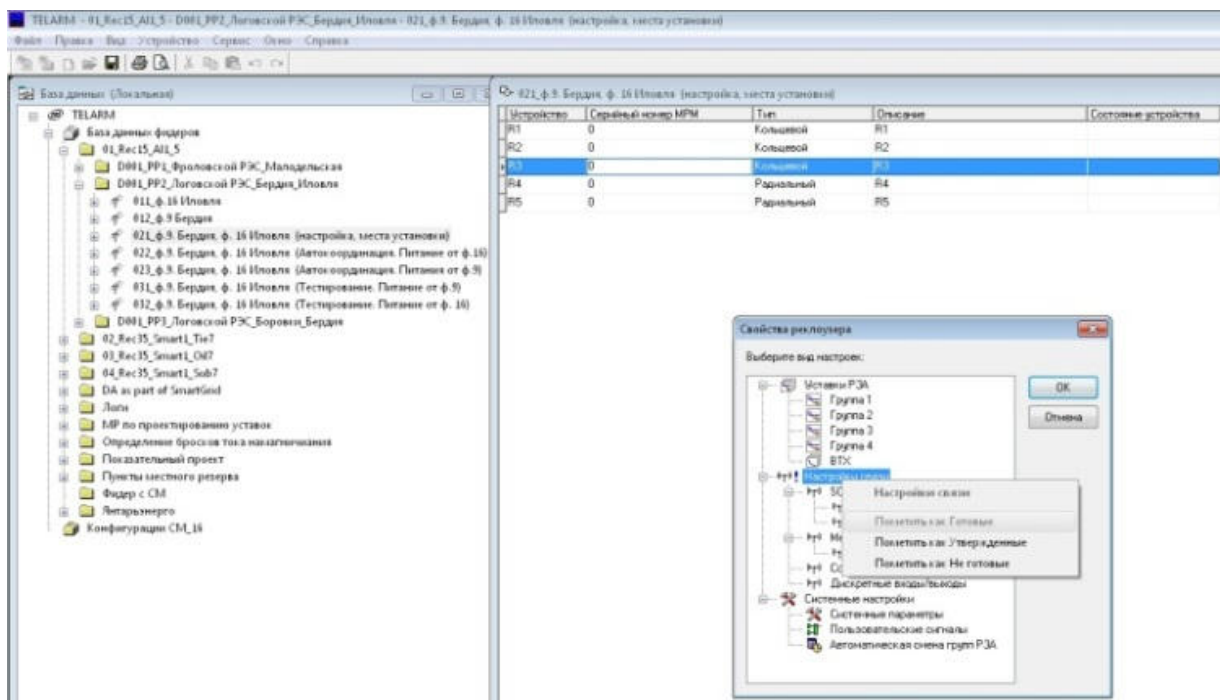

Рис.4.21. Установка флага «Уставки утверждены»
4. Утвердить уставки, помеченные готовыми. Нажать правой клавишей мыши и в появившемся списке выбрать «Пометить как Утверждённые» (см. Рис.4.21).